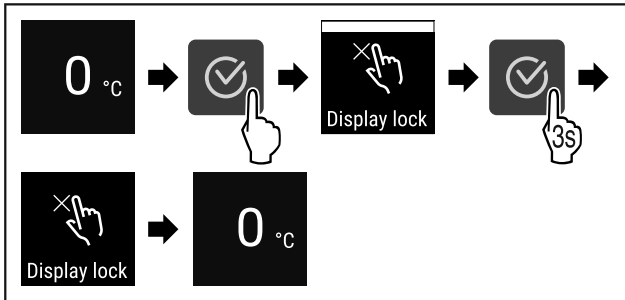

Fig. 75
- ▶ Végezze el a gyakorlati lépéseket (lásd Fig. 75) .